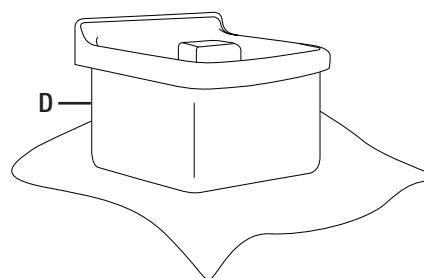

Fig. 1
- Enlever l'évier (D) et le placer sur une surface protectrice (Fig. 1).
- Doucement tourner l'armoire (A) sur son dos sur une surface protectrice.